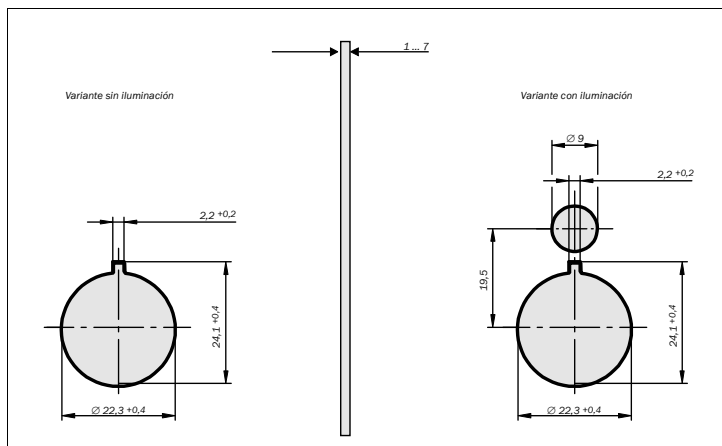

Fig. 1: Croquis de dimensiones de los orificios de montaje para la versión de montaje en panel (mm)
- Taladrar los orificios de montaje en la placa de montaje (véase Fig. 1; usar el croquis de dimensiones de la derecha con pulsadores iluminables).